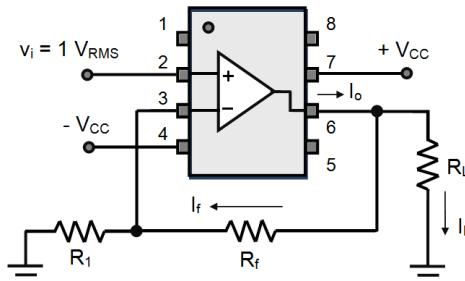

Figura 6.
**Questão 7** – Qual é a corrente de saída para do AOP no circuito da Figura 6? São conhecidos os componentes:  $R_1 = 1 \text{ k}\Omega$ ,  $R_f = 4,7 \text{ k}\Omega$  e  $R_L = 200 \Omega$ .